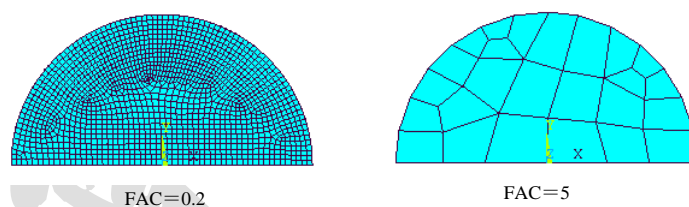

图4.32 FAC参数的控制效果
- **【FAC】**：用于计算默认网格尺寸的比例因子。当用户没有使用类似于 **ESIZE** 的命令对对象划分网格作出特殊指定时，该值的设置直接影响到单元的大小。取值范围为 0.2~5.0。图 4.32 显示了此参数的设置效果。